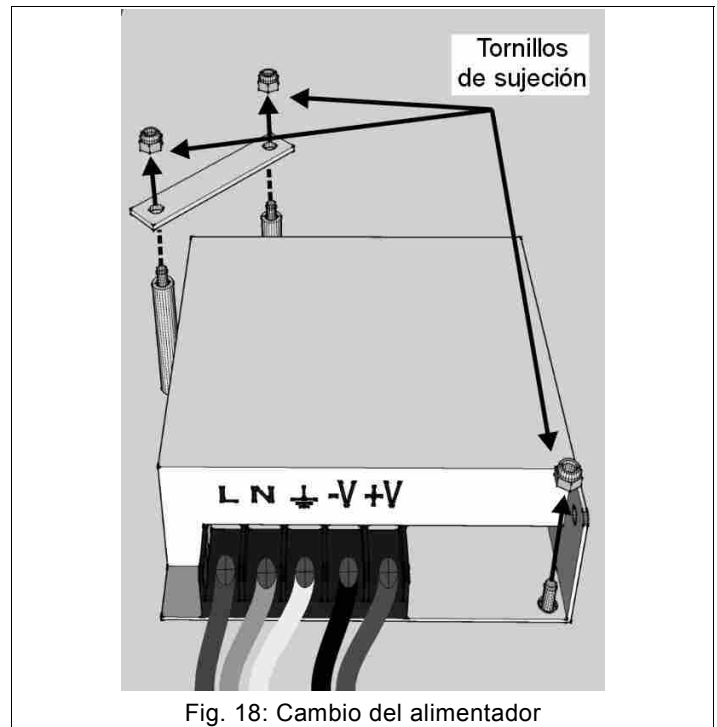

Fig. 18: Cambio del alimentador
2. Localice el alimentador (Fig. 18) que hay que cambiar y desconecte los cables de la bornera con un destornillador de cruz anotando su posición.
3. Con ese mismo destornillador, quite los tornillos (Fig. 18) situados a los lados del alimentador y sáquelos.